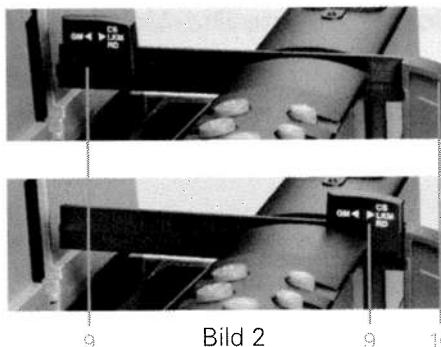

Bild 2
Werden Dias in einem Gemeinschaftsmagazin vorgeführt, Diagreifer (10) herausziehen und den Reiter (9) zum Ende des Diagreifers schieben bis er einrastet (Bild 2 oben).
Zur Vorführung von Dias in LKM-, CS- oder Rundmagazinen den Diagreifer (10) herausziehen und den Reiter (9) in Richtung Griffstück des Diagreifers bis zum Anschlag zurückziehen (Bild 2 unten).
If slides are projected from a standard slide tray, pull out the slide claw (10) and insert the slider (9) up to the end of the slide claw until it latches in (Fig. 2 top). If slides are projected from an LKM, CS or round slide tray, pull out the slide claw (10) and pull back the slider (9) in the direction of the grip of the slide claw as far as possible (Fig. 2 button).
Si les diapositives sont présentées dans un panier standard, tirer le passe-vue (10) et pousser le cavalier (9) jusqu'à enclement au bout du passe-vue (figure 2 en haut).
Si les diapositives sont présentées dans un panier LKM, un panier CS ou circulaire, tirer le passe-vue (10) et déplacer le cavalier (9) vers la poignée du passe-vue jusqu'en butée (figure 2 en bas).